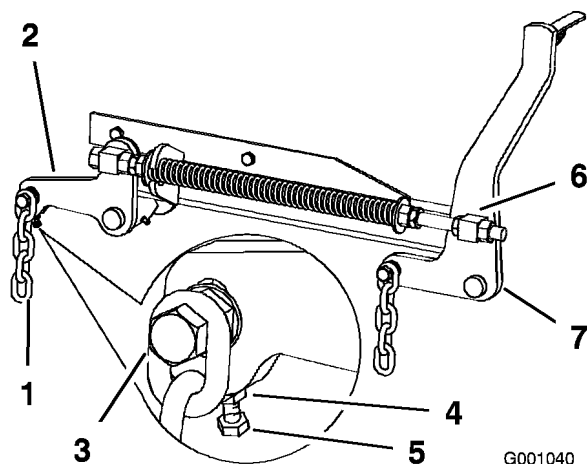

Figura 58
7. Si las medidas realizadas en las posiciones **B** o **C** no son correctas, afloje el perno que fija la cadena trasera al brazo de soporte trasero (Figura 58).
8. Afloje la contratuerca situada debajo del brazo de soporte trasero y ajuste el perno de ajuste hasta obtener una medida de 79 a 82 mm (Figura 58).
7. Afloje las contratueras de pivote delantero, en la parte delantera de los pivotes derecho e izquierdo, aproximadamente 13 mm (Figura 58).
8. Ajuste las tuercas de elevación en el lado izquierdo y derecho de la máquina hasta obtener 6 a 10 mm menos en la parte delantera en **A** que en la parte trasera, en **B** (Figura 58).